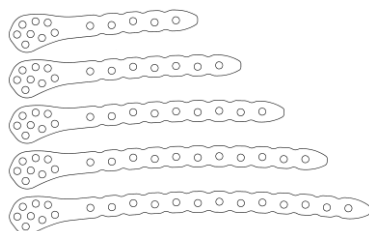

図 1
- 骨折部の整復後、大腿骨遠位端 LP 用トライアルを用いてプレートのサイズ（骨幹部の穴数）を決定します。（図 1）